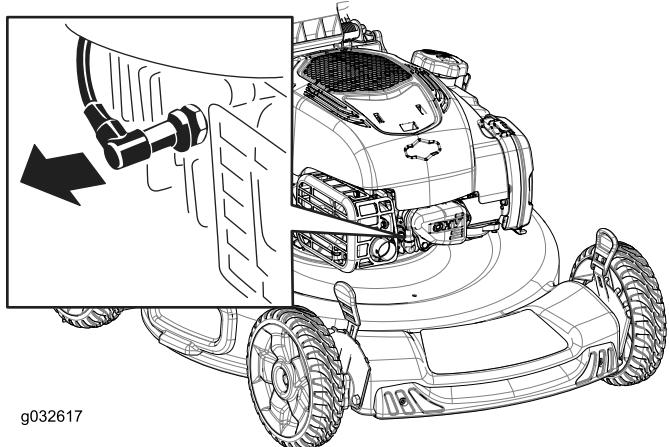

Figura 20
- Desconecte el cable de la bujía (Figura 20).